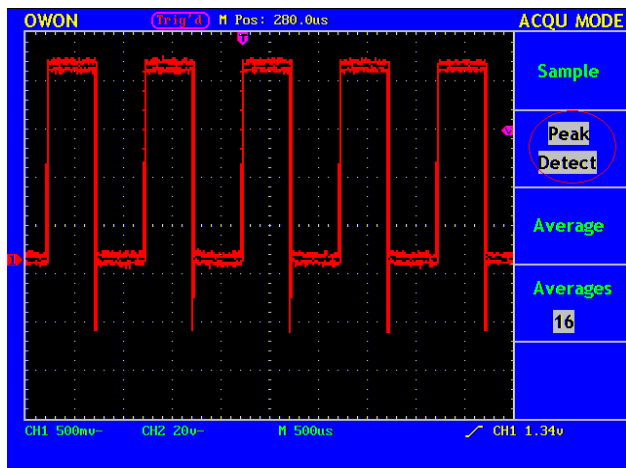

Рисунок 6.4 Осциллограмма сигнала содержащего шумы
- При этом на экране вы получите изображение сигнала вместе с шумами. Особенно актуально использовать для выявления шумов пиковый детектор при низких скоростных развертках (см. рис. 6.4).